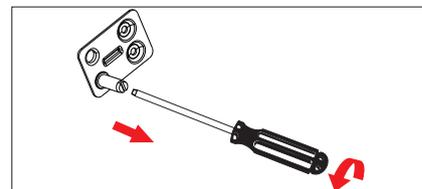

Fig. 6
- ▶ Fjern hængselstappen med en kærveskruetrækker (fig. 6).